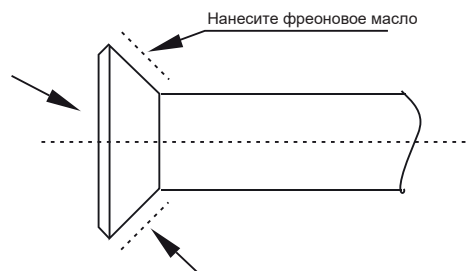

Рисунок 4.3
- Перед установкой гайки на фитинг, нанесите немного фреоновое масла на гайку (изнутри и снаружи), а затем проверните три или четыре раза до окончательной затяжки. См. рисунок 4.3